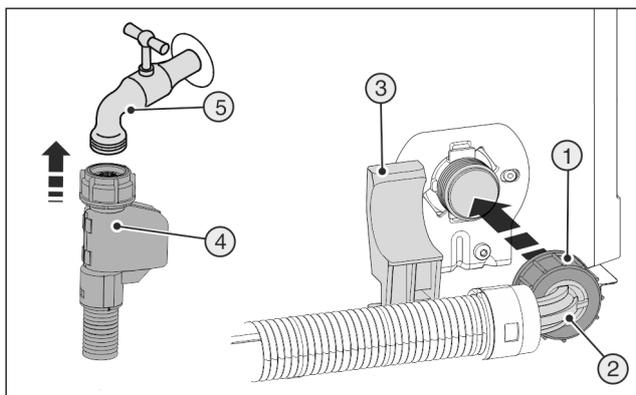

Fig. 22
- ▶ Priključite ravan završetak crijeva Fig. 22 (4) na zaporni ventil Fig. 22 (5).